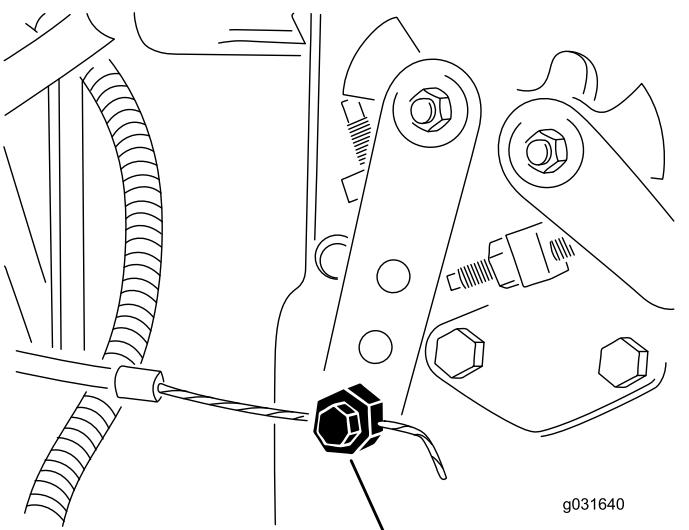

Рисунок 64
- Ослабьте соединитель тросика дроссельной заслонки на плече рычага топливного насоса (Рисунок 64).